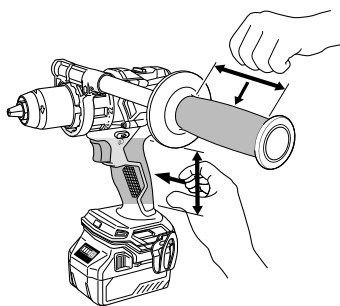

Fig. 1
8. **Asegúrese de sostener firmemente la herramienta durante la operación. De no hacerlo, podría sufrir un accidente o lesiones. (Fig. 1)**